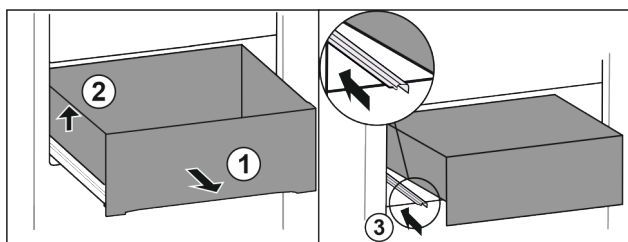

Fig. 106
- ▶ Vytáhněte zásuvku až na doraz. Fig. 106 (1)
- ▶ Nadzvedněte zásuvku vlevo. Fig. 106 (2)
- ▶ Zasuňte levou kolejničku. Fig. 106 (3)